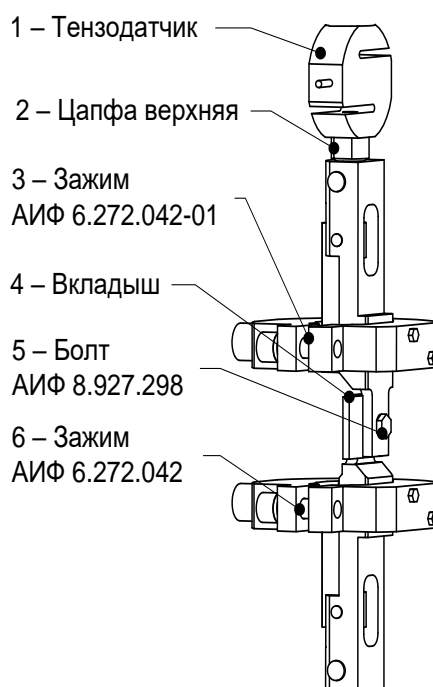

Рисунок 4 – Компенсация механики
- 4) затянуть болт 5 (см. рисунок 4, страница 7)